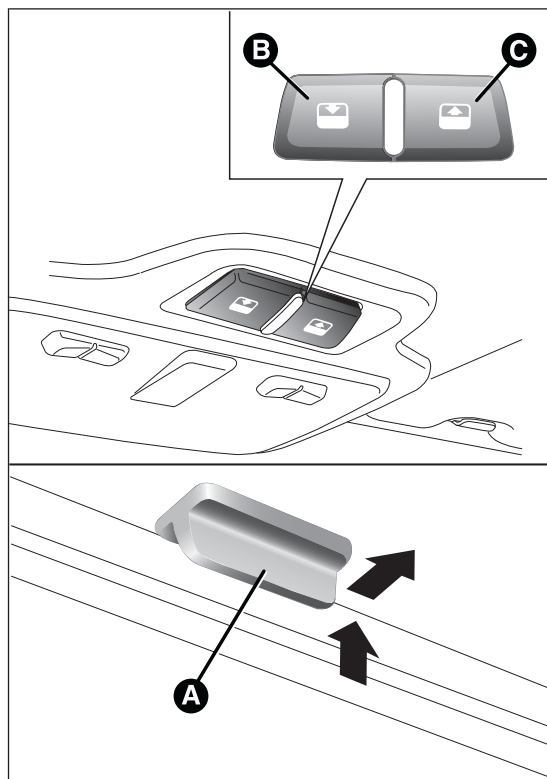

fig. 42
El techo practicable con amplio acristalamiento dispone de dos paneles de cristal, uno trasero fijo y otro delantero móvil, provistos de dos cortinas parasol (delantera y trasera) de movimiento manual. Con el techo cerrado las cortinas pueden colocarse en cualquier posición. Para abrir las cortinas, sujetar la manilla A fig. 42 siguiendo el sentido indicado por la flecha hasta la posición deseada. Para cerrarlas realizar el procedimiento inverso.
El techo practicable sólo funciona con la llave de contacto en posición MAR. Los mandos B y C fig. 42 situados en la moldura del plafón delantero, controlan las funciones de apertura y cierre del techo practicable.
Después de la apertura en posición "spoiler", pulsando el botón C fig. 42 durante más de medio
Desde la posición de apertura completa, pulsar el botón B fig. 42. Pulsando el botón durante más de medio segundo, el techo se pondrá automáticamente en posición "spoiler".
Desde la posición "spoiler", pulsando de nuevo el botón B fig. 42 se alcanza la posición de cierre completo.
- ☐ pulsar el botón B fig. 42 en posición de cierre;